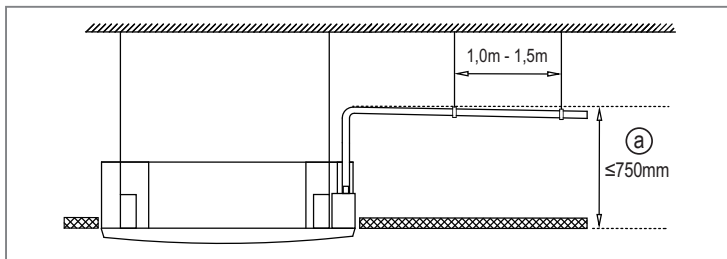

FIG. 27
- Se a saída do tubo de drenagem for mais alta do que a junta da bomba da unidade, utilize um tubo de elevação para a saída de exaustão da un. interna. O tubo de elevação deve ser instalado a uma altura menor que 750mm em relação ao teto/forro ("a" na Fig. 27) e a distância entre a unidade e o tubo de elevação deve ser inferior a 300mm ("b" na Fig. 27). Caso a instalação não seja feita de maneira correta poderá causar retorno de água para a unidade e possível transbordamento (un. interna "gotejando").
- Para evitar bolhas de ar, mantenha a mangueira de drenagem nivelada ou ligeiramente elevada (não mais que 75mm - detalhe “c” na Fig. 27).